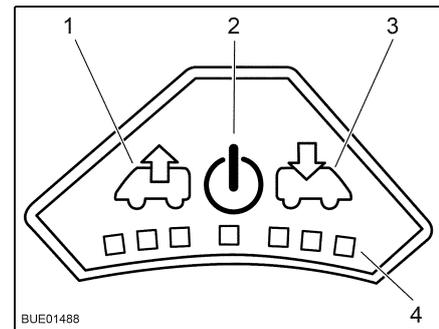

Bild 86 Bedienfeld des Ventilators
- Einschalten:** ■ Taste Ein/Aus (Bild 86,2) drücken. Der Ventilator läuft im Komfortmodus (Entlüften mit niedrigster Ventilatordrehzahl).
- Um die Ventilatorzahl zu erhöhen: Taste Entlüften (Bild 86,1) drücken. Die Ventilatorzahl in Entlüftungsrichtung nimmt um eine Stufe zu. LEDs (Bild 86,4) zeigen die Schaltstufen an.
- Um die Ventilatorzahl zu verringern: Taste Belüften (Bild 86,3) drücken. Die Ventilatorzahl nimmt um eine Stufe ab.
- Um die Ventilatorzahl zu erhöhen: Taste Belüften (Bild 86,3) drücken. Die Ventilatorzahl in Belüftungsrichtung nimmt um eine Stufe zu. LEDs (Bild 86,4) zeigen die Schaltstufen an.
- Um die Ventilatorzahl zu verringern: Taste Entlüften (Bild 86,1) drücken. Die Ventilatorzahl nimmt um eine Stufe ab.
- Taste Ein/Aus (Bild 86,2) drücken. Der Ventilator stoppt, die LEDs erlöschen.